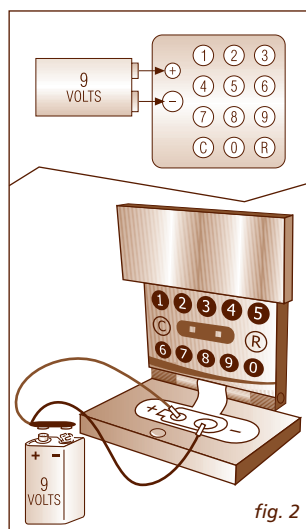

fig. 2
1. Appoggiare la batteria da 9 Volts 6LR61 (fig. 2) rispettando la polarità.